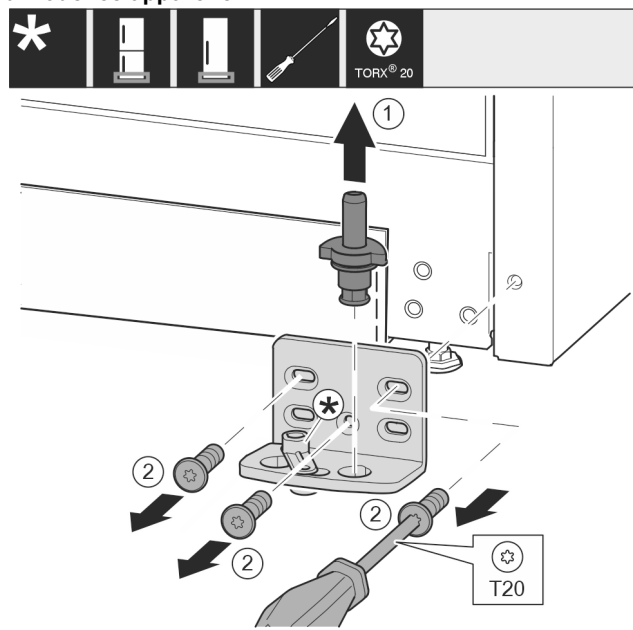

Fig. 10
- Sortir complètement l'axe de palier par le haut. Fig. 10 (1)
- Desserrer les vis avec le tournevis T20 et enlever le support de palier. Fig. 10 (2)